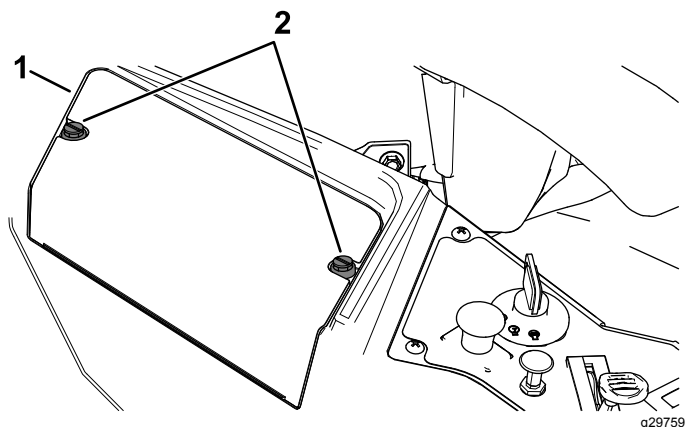

Figura 55
3. Allentate di 1/4 di giro in senso antiorario i 2 elementi di fissaggio sul coperchio della batteria, quindi rimuovete il coperchio della batteria (Figura 55).
6. Montate il coperchio della batteria spingendo verso il basso i 2 elementi di fissaggio e serrandoli in senso orario (Figura 55).